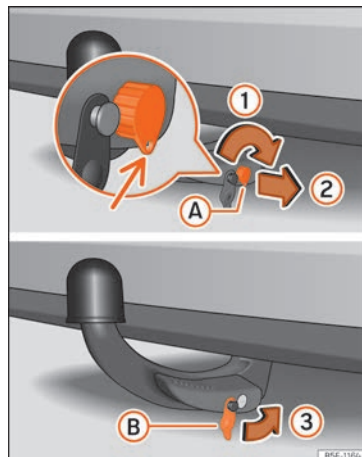

Abb. 255 Anhängerkupplung anbringen Schritt 2
- Drehen Sie den Schlüssel nur eine halbe Umdrehung nach rechts, bis sich das Loch des Schlüssels unten befindet »» **Abb. 255** (1).
- Ziehen Sie den Zündschlüssel ab (2).
- Setzen Sie die Abdeckung (B) auf das Schloss (3) »» **Abb. 255** »» ①.